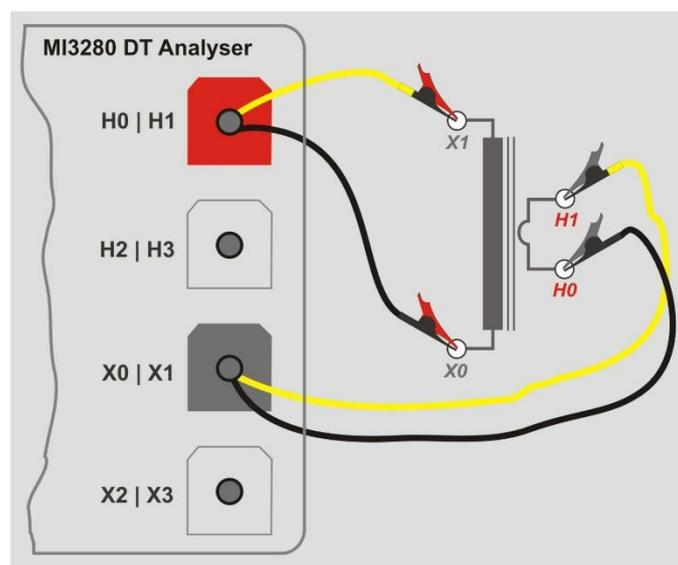

Abbildung 11.10: Einphasen-CT-Transformator Messung des Windungsverhältnisses
11.2.1.2 Stromwandler (CT)
Zur Messung des Einphasigen Stromwandler (CT) müssen Sie den **H1|H0** Stecker (roter Anschluss: schwarze und gelbe Leitungen) und den **X1|H0** Stecker (grauer Anschluss: schwarze und gelbe Leitungen) an die entsprechenden Buchsen des MI 3280 anschließen, wie in *Abbildung 11.10* dargestellt. Bitte beachten Sie, dass bei der Messung des Stromwandlers die Hochspannungswicklung an den H Klemmen und die Niederspannungswicklung an den X Klemmen angeschlossen ist.
- ❑ Verbinden Sie den VT/PT-Transformator wie in *Abbildung 11.10* dargestellt.